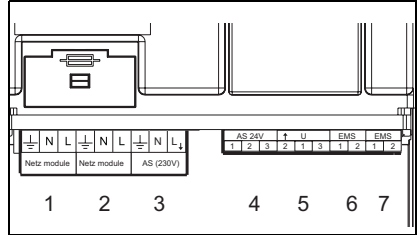
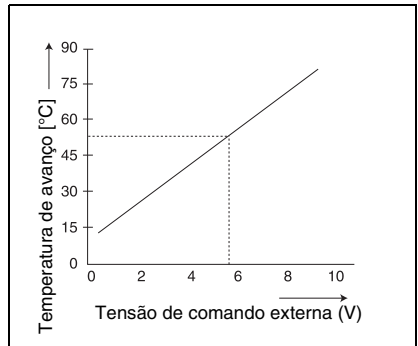

Fig. 2 Ligações
Fig. 3 Diagrama 0 – 10V
- a) A ligação AS 24V (fig. 2, pos. 4), trata-se aqui de um contacto de comutação sem potencial para sinais de baixa tensão até 24 V. Este sinal de avaria pode, por exemplo, ser lido pelo sistema de gestão de um edifício.
- b) A ligação AS 230V (fig. 2, pos. 3), com esta pode, por exemplo, ser comandada uma buzina ou uma lâmpada de alarme. Em caso de avaria, esta ligação encontra-se sob uma tensão de 230 VAC.
O EM10 pode ser utilizado como interface entre a caldeira e, por exemplo, um sistema de gestão de um edifício. Com a ajuda de um sinal 0-10 VDC (fig. 2, pos. 5) é possível um comando de acordo com a temperatura de avanço ou a potência (fig. 3).
Esta regulação é activada ao shuntar os pinos 1 e 3. Ver fig. 2, pos. 5 e o esquema eléctrico na pág. 47. O EM10 transmite o sinal 0-10 V para um ponto de referência da potência. Trata-se aqui de uma relação linear, ver tabela 2.